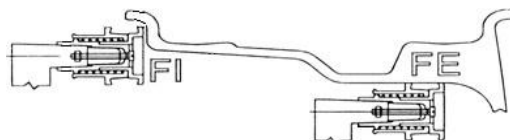
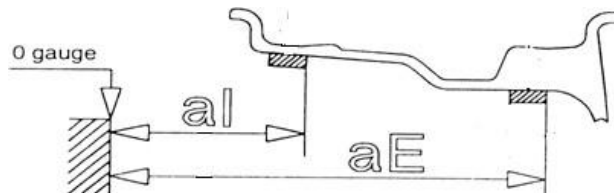

Bild 7-8
Bild 10-10
-balanseringsfunktion enligt Bild 7-8, fäst klämvikten i läge "klockan 12" som i punkt 10.2.3. Om du använder klämvikt och ALU-S -funktionen, fäst limvikten i läge "klockan 12" på insidan av fälgen. (Vikten till vänster i Bild 10-10)
- 10.3.4 Roterat hjulet långsamt tills indikatorljusen för utsidans obalansläge tänds (Bild 5-1(9)). Fäst en lämplig limvikt i läge "klockan 12" bakom fälgens ekrar (vikten till höger i Bild 10-10)
- 10.3.7 Vid ALU-S-funktionen enligt bild 7-8, fäst klämvikten som i punkt 10.2.3. Tryck på STOP- och ALU-knapparna, varvid den mittersta displayen visar - - -. Fäst limvikten enligt punkt 10.3.9.
10.6.3 Roterat hjulet långsamt tills indikatorljuset för utsidans obalans tänds (Bild 5-1(9)). Fäst en limvikt bakom fälgens eker i läge "klockan 12" (vikten till höger i Bild 10-10).